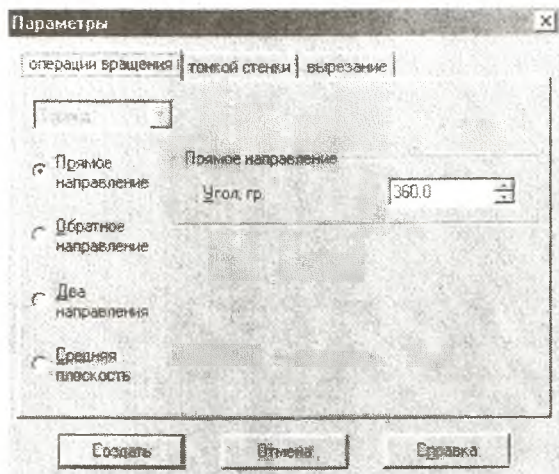

Рис. 20. Окно параметров операции "Вырезать вращением"
15) Нажмите кнопку **"Создать"** (рис. 20).